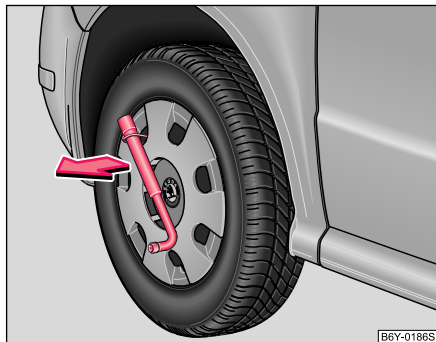

Fig. 142 Déposer les enjoliveurs pleins
- Poussez la clé de roue à travers l'étrier, soutenez la clé de roue au niveau du pneu et enlevez le cache ⇒ fig. 142.